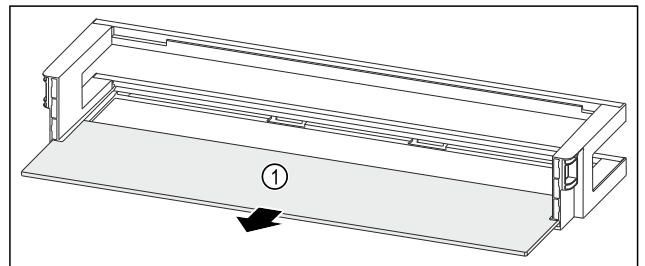

Fig. 247 Balconcino controporta con ripiano
- Rimuovere il ripiano Fig. 247 (1).